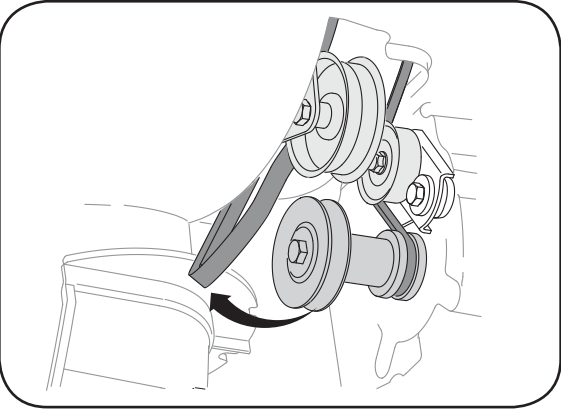

Figure 6-6
3. Dégagez la courroie de la tarîère de la poulie motrice. Voir la Figure 6-6.